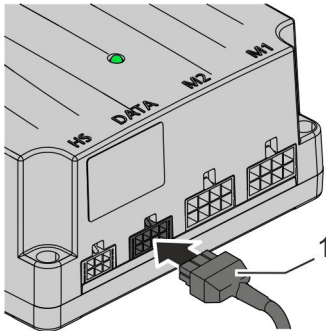

Abb. 23: BUS-Kabel anschließen (Steuerung)
1. ► BUS-Kabel (Abb. 23/1) in die DATA-Schnittstelle der Steuerung stecken.